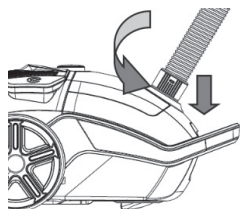
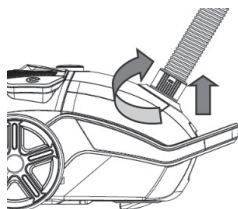
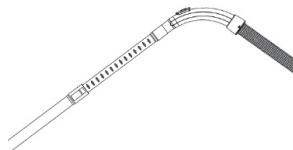

Fig. 1
Fig. 2
Fig. 3
1. Conectați accesoriul furtunului: introduceți capătul furtunului în mufa furtunului de pe capacul frontal și apoi fixați-l. (Fig. 1) Scoateți accesoriul furtunului: rotiți conectorul furtunului în poziția corectă și apoi trageți accesoriul furtunului. (Fig. 2). Conectați tubul metalic la capătul curbat al furtunului. (Fig. 3)